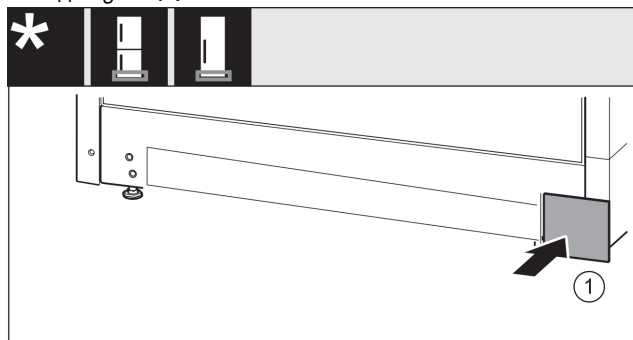

Fig. 18
- ▶ Поставете капак отново върху другата страна. Fig. 18 (1)